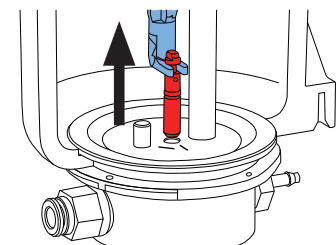

Abb. 12
- Dosierdüse mit Werkzeug fassen und nach oben herausziehen (Abb.12)